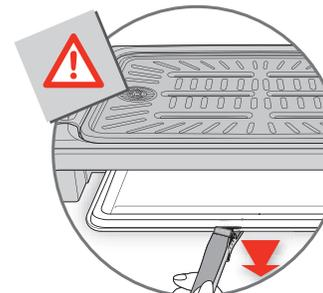
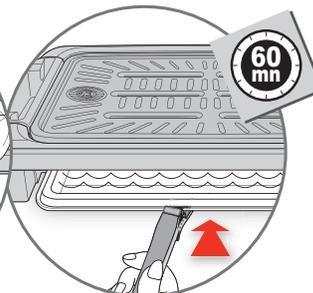

fig. 15
fig. 15c
- **Avant son branchement, versez systématiquement 1L d'eau maximum dans votre appareil** - fig. 15 à fig. 15c
**Verser 1 L d'eau est nécessaire** pour le bon fonctionnement de l'appareil. N'oubliez pas de remplir de nouveau le bac à eau toutes les 60 minutes en moyenne - fig. 15 à fig. 15c. Cependant, la préparation de certaines recettes fait baisser le niveau d'eau plus rapidement. Pour éviter tout problème, **surveillez donc régulièrement le niveau d'eau**, et ne laissez jamais l'appareil sans surveillance.